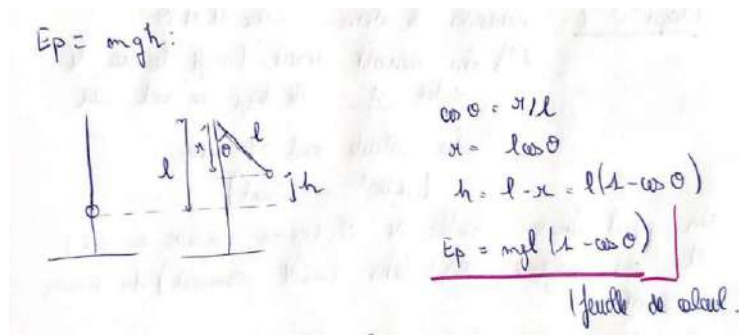

FIGURE 7
- Pendule : Tracer E_c , E_p et E_m en fonction du temps (complété avec une animation collorado). Tracer de $U=f(\theta)$ sur latispro. Attention on a une relation affine entre U et θ qu'on peut retrouver en prenant plusieurs angles et en voyant le U associé sur latispro. On trace $U=f(\theta)$ sur regressi et on retrouve a et b tel que $U=a\theta + b$. Pour tracer $E_c = 1/2 m (1 \frac{d\theta}{dt})^2$. Pour l' E_p voir figure 7.